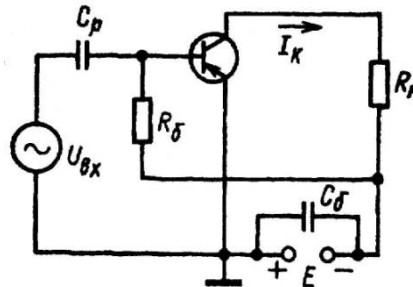

Рис. 1. Усилительный транзисторный каскад
**Задача.** Транзистор включен в усилительный каскад по схеме с общим эмиттером (рис. 1). Каскад питается от одного источника с напряжением  $E$ . Для подачи смещения в цепь базы используется гасящий резистор. Характеристики транзистора изображены на рисунке 2. Исходные данные: постоянная составляющая тока базы  $I_{\delta 0}$ , амплитуда переменной составляющей тока базы  $I_{m\delta}$ , сопротивление резистора нагрузки  $R_n$ , а также максимально допустимая мощность, рассеиваемая коллектором  $P_{kmax}$  приведены в таблице 2. Требуется: